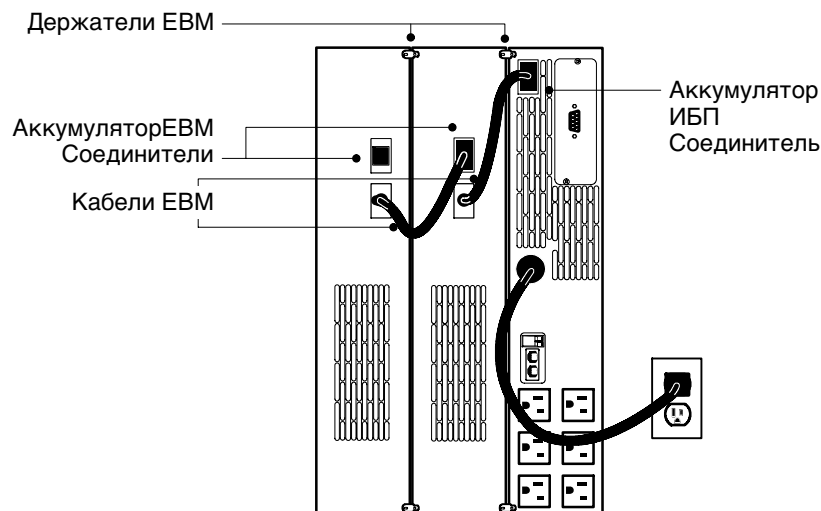

Рисунок 26. ЕВМ Соединители (для модели 120V)
6. Подсоедините новый ЕВМ к ИБП (см. Рисунок 26).